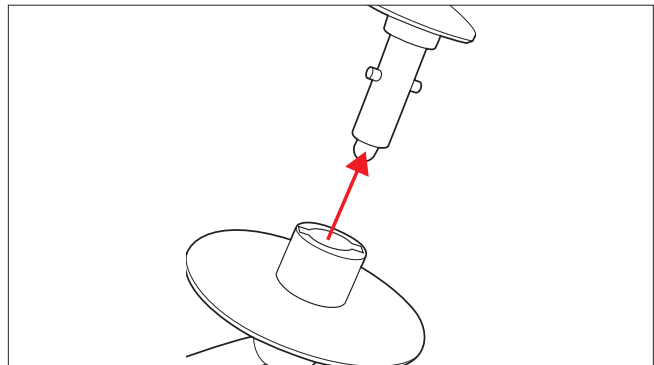

Abb. 8 – Rührwerkzeug auf die Aufnahme schieben
- ▶ Setzen Sie das Rührwerkzeug von unten in die Aufnahme im Schwenkarm (siehe Abb. 8).